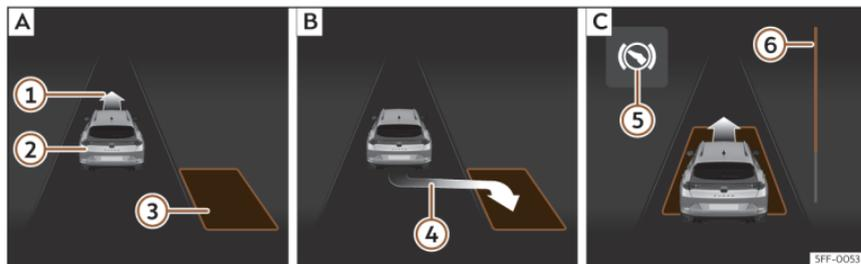
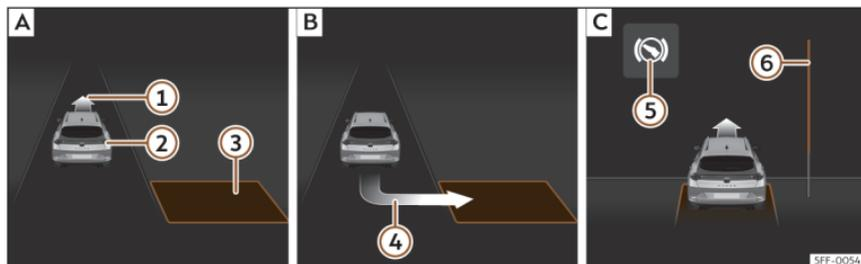

Fig. 192 En la pantalla del cuadro de instrumentos: aparcarse en línea. **[A]** Buscar un hueco de aparcamiento. **[B]** Posición para aparcarse. **[C]** Maniobrar.
Fig. 193 En la pantalla del cuadro de instrumentos: aparcarse en batería. **[A]** Buscar un hueco de aparcamiento. **[B]** Posición para aparcarse. **[C]** Maniobrar.
- Mire en la visualización de la pantalla del cuadro de instrumentos si se ha detectado el hueco como “apropiado” y si ha alcanzado la posición correcta para aparcarse»» **fig. 192 [B]** o»» **fig. 193 [B]**. El hueco habrá sido conside-
- Retroceda hasta que suene la señal continua del ParkPilot; **O BIEN:** retroceda hasta que en la pantalla del cuadro de instrumentos aparezca la indicación de dar marcha adelante»» fig. 192 [C] o»» fig. 193 [C]; **O BIEN:** retroceda hasta que en la pantalla del cuadro de instrumentos aparezca el mensaje **Park Assist finalizado**. La barra de progreso ⑥ indica la distancia que hay que recorrer»» pág. 298.
- Pise el pedal del freno hasta que el sistema de aparcamiento asistido termine de realizar los giros del volante; **O BIEN:** hasta que se apague el símbolo ④ en la pantalla del cuadro de instrumentos.
adelante y marcha atrás hasta centrarlo en el hueco»» fig. 192 [C] o»» fig. 193 [C].
»» fig. 192 ⑥ y»» fig. 193 ⑥ muestra simbólicamente en la pantalla del cuadro de instrumentos la distancia relativa que aún queda por recorrer. Cuanto mayor es la distancia, más llena está la barra de progreso. Al circular marcha adelante, el contenido de la barra de progreso disminuye hacia arriba, y al circular marcha atrás, disminuye hacia abajo.